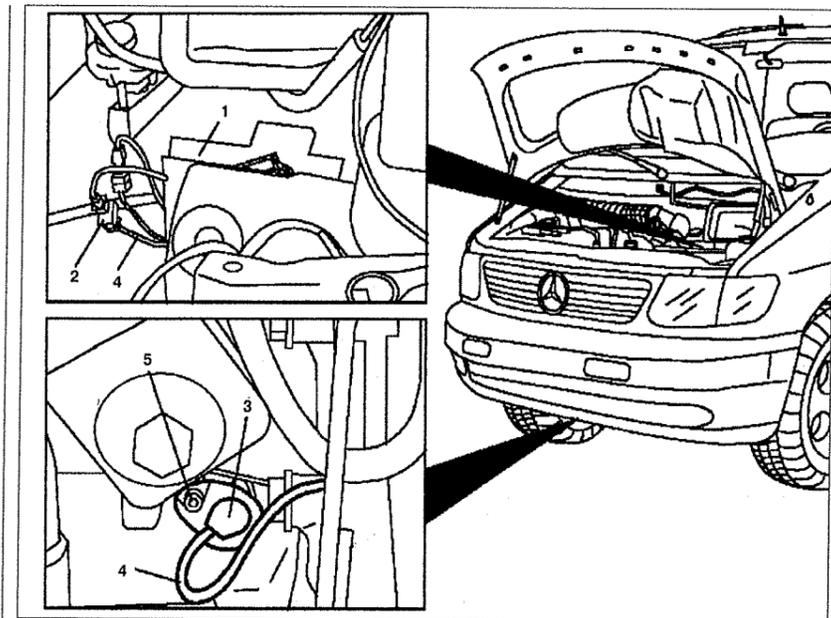

Рис. 3.50. Датчик частоты вращения коленчатого вала двигателя:
2. Снимите крышку на коробке 1 (см.рис.3.50).